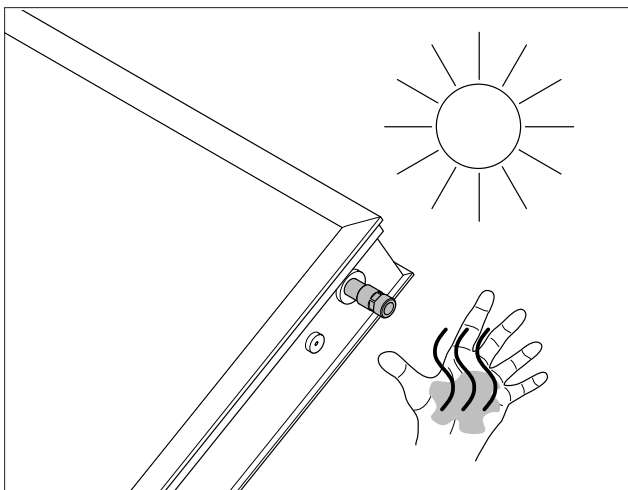

Abb. 3 Verbrennungsgefahr an den Kollektoranschlüssen, sobald Kollektor ungedeckt der Sonne ausgesetzt wird.
- Verbrennungsgefahr an den Kollektoranschlüssen: Anschlüsse werden heiß, sobald Kollektor der Sonne ausgesetzt wird (Abb. 3).